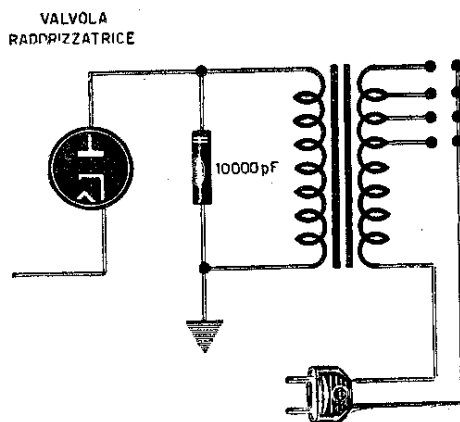

Fig. 50
**105** Tale difetto viene a crearsi a volte nei ricevitori che prevedono l'impiego di una valvola raddrizzatrice monoplacca e di autotrasformatore. Si elimina l'inconveniente inserendo, come indicato nella figura 49, un condensatore della capacità di 10 mila pF tra placca e catodo della valvola raddrizzatrice, oppure tra placca e massa (fig. 50). Le due prove vengono condotte al fine di stabilire quale delle due risulti più efficace nell'eliminare l'inconveniente.